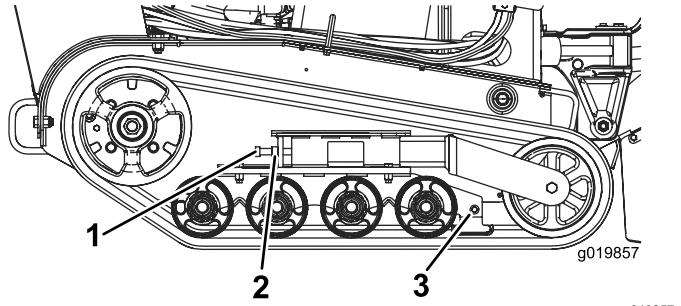

Figura 48
3. Allentate il controdado sul bullone di tensionamento dei cingoli e i bulloni del serrafilo sul braccio di tensione (Figura 48).
4. Serrate il bullone di tensionamento a un valore compreso tra 32,5 e 40 N·m per stringere il cingolo (Figura 48).
- Allentate il bullone di tensione e il controdado (Figura 48).